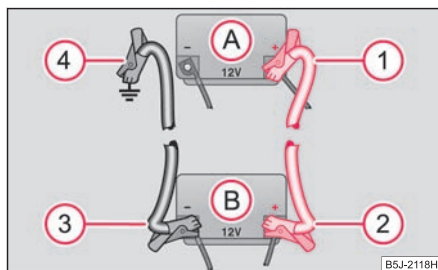

Fig. 195 Démarrage à l'aide de la batterie d'un autre véhicule : A - Batterie déchargée, B - Batterie fournissant le courant
- Fixez une extrémité ① au pôle positif ⇒ fig. 195 de la batterie déchargée (A).
- Fixez l'autre extrémité ② au pôle positif de la batterie fournissant le courant (B).